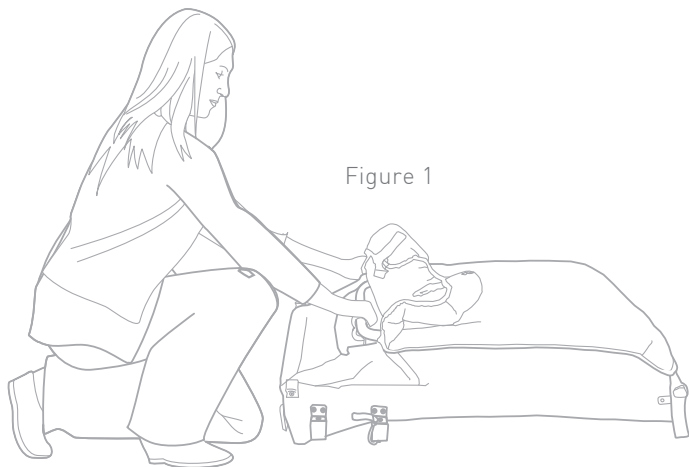

Figure 1
1. Raise front frame tube and rear frame tube (Figure 1) until they sit together on the plastic saddles.
1. Soulevez les tubes avant et arrière du cadre (Figure 1) jusqu'à ce qu'ils se positionnent correctement sur les supports en plastique.
1. Das Vorderrahmen- und das hintere Rahmenrohr so weit anheben (Abb. 1), bis diese zusammen auf den Kunststoff-Auflagern liegen.